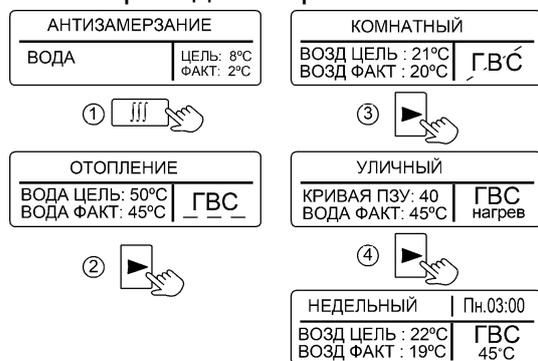
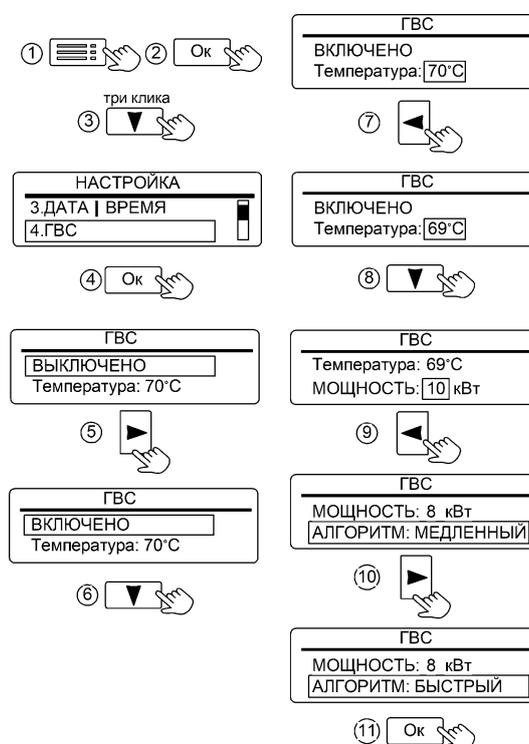
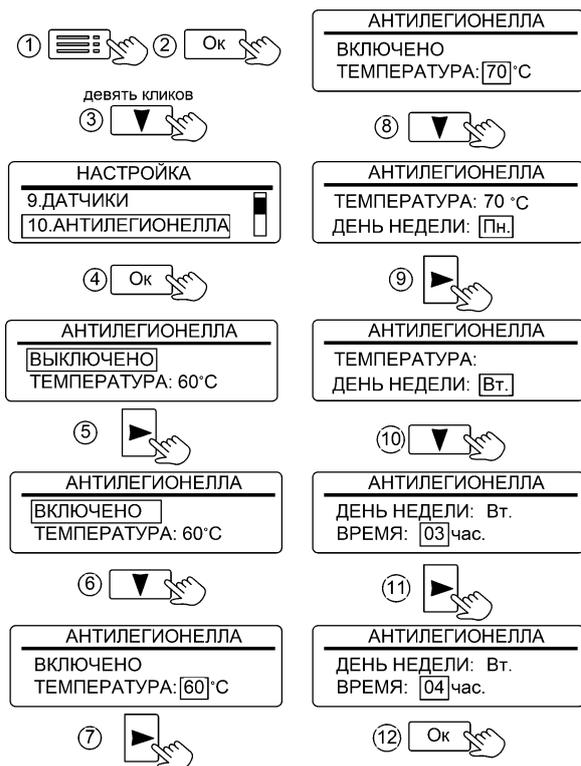

Рисунок 5. Режимы работы прибора
Рисунок 12. Настройка режима «ГВС»
Рисунок 14. Настройка параметров режима «АНТИЛЕГИОНЕЛЛА»
**2** - Отображение состояния режима «ГВС» (см. рис. 5):
Вид отображения режимов работы на дисплее приведён на рис.5.
Активация режима «ГВС» и настройка температуры горячей воды показана на рис. 12. Начальная заводская настройка температуры горячей воды - 70°C. При активированном режиме отображается как «ГВС» (см. рис. 5), при выключенном режиме, неисправном или отключённом датчике отображается как ГВС. В подменю «ГВС» предусмотрена настройка ограничения мощности ТЭН. Данную настройку рекомендуется применять при недостаточной мощности змеевика
получаемой из косвенного водонагревателя, прибор имеет режим «АНТИЛЕГИОНЕЛЛА». Режим автоматически активируется при подключении NTC-датчика температуры к плате контроллера и включения режима «ГВС» (см. рис. 12). При отключении NTC-датчика – режим деактивируется и меню «АНТИЛЕГИОНЕЛЛА» (см. рис. 14) не доступно для Пользователя. Если режим активирован - каждую неделю, в установленное время выполняется нагрев воды в косвенном водонагревателе до значения 60°C, температура поддерживается в течении десяти минут. Во время нагрева вместо надписи «ГВС» отображается значок «60°» (см. рис. 13). Имеется возможность увеличить температуру нагрева воды до 70°C, при этом время поддержания температуры снизится до пяти минут.
Заводская настройка времени включения нагрева – Понедельник, 03:00. Имеется возможность изменения времени включения (см. рис.14).
Перед активацией режимов «АНТИЛЕГИОНЕЛЛА» и «ГВС» рекомендуем уточнить максимально-допустимую температуру нагрева воды в бойлере. Для предотвращения риска причинения вреда здоровью и поломки оборудования, значения температурных уставок в режимах «ГВС» и «АНТИЛЕГИОНЕЛЛА» должны быть меньше максимально-допустимой температуры нагрева воды в бойлере. При необходимости уменьшите значения уставок (см. рис. 12, см. рис. 14).
**11.1.4 «4.ГВС»** - установка состояния режима «ВКЛЮЧЕНО / ВЫКЛЮЧЕНО». Индикация «ВКЛЮЧЕНО» означает разрешение на работу режима ГВС. Индикация «ВЫКЛЮЧЕНО» запрещает работу режима «ГВС» (см. рис. 12).